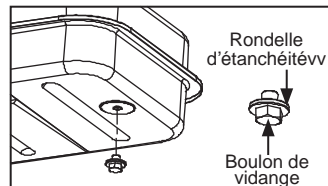

Figure 10. Boulon de vidange
2. Retirez le boulon de vidange (en bas, à l'arrière du réservoir à combustible) en vous servant d'une douille de 3/4 po ou d'une clé à molette, et videz le réservoir. (Pour les modèles DFA135C/180CV/220CV uniquement.) (Voir Figure 10)
5. À l'aide de la douille de 3/4 po ou de la clé à molette, remplacez le boulon de vidange sur le réservoir à combustible. (Pour les modèles DFA135C/180CV/220CV uniquement.)(Voir Figure 10)